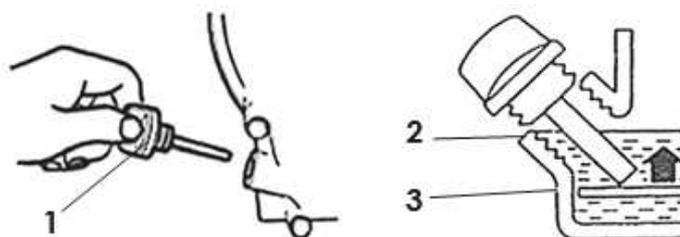

Рис.4 1 - Пробка-щуп маслозаливной горловины; 2 - Максимальный уровень масла; 3 - Минимальный уровень масла.
Выкрутите пробку-щуп (рис.4 поз.1) из маслозаливной горловины и залейте в картер масло необходимой марки до нижнего края горловины, как показано на рис.4. Вставьте сухой чистый щуп в горловину картера и выньте его. Проверьте уровень масла: граница смоченной области щупа должна располагаться между отметками минимального (рис.4 поз.3) и максимального (рис.4 поз.2) уровней.
- на прогретом до рабочей температуры двигателе открутите пробку-щуп маслозаливной/маслосливной горловины (рис.4 поз.1);
- залейте масло в горловину, до нижнего края заливного отверстия (см. рис.4).